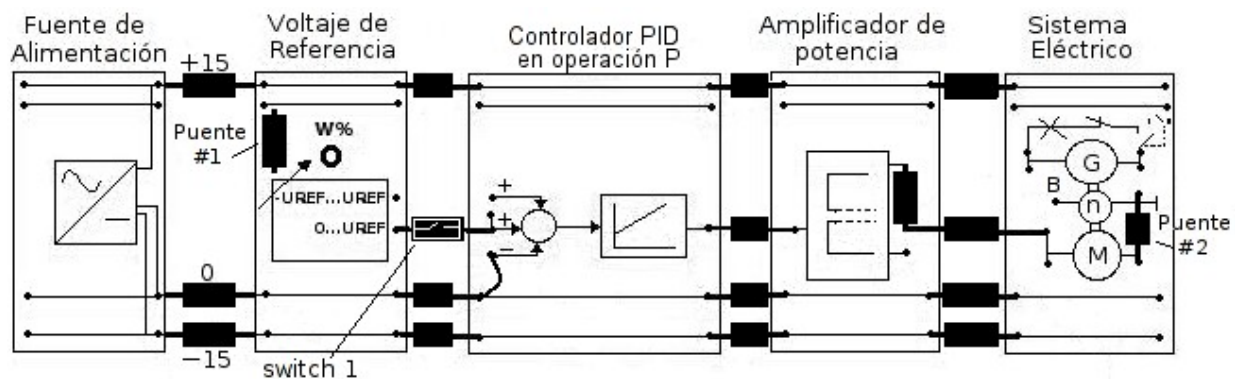

Figura 2.4. Sistema Eléctrico en lazo abierto.
28. Para esta parte armará el sistema que se muestra en la Figura 2.4 y para adquirir las gráficas utilizará el osciloscopio DSO1052B, revise que los materiales y equipos indicados se encuentren ya colocados en su puesto de trabajo. En caso contrario, informe de ello al docente de laboratorio.
29. Una vez armado el sistema reduzca al mínimo las perillas tanto del voltaje de referencia (Set point Value) como las del controlador, si está ocupando un controlador PID, debe dejar solamente la operación **P**, para ello coloque los interruptores de la parte superior (AB(D) y AB(I)) hacia arriba, no olvide conectar el puente #1, puente #2 y switch 1 indicados en la figura.
31. Encienda la fuente de alimentación y conecte el voltímetro (escala de 10VDC) a la salida del transductor de velocidad/voltaje (punto etiquetado como B en la Figura 2.4) y a 0V.